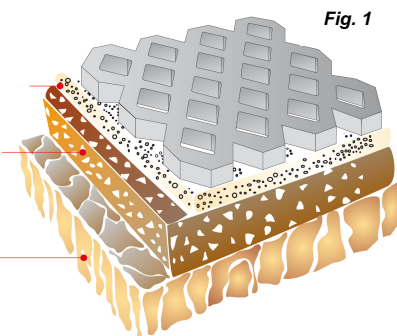

Fig. 1
1. Remoção da camada vegetal e/ou terreno natural até cota necessária, conforme Fig. 1;